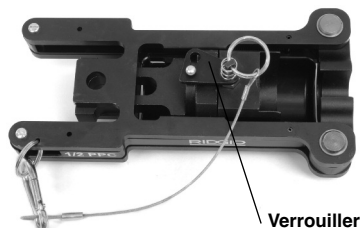

Figure 4 – Insert verrouillé
3. Servez-vous du loquet pour verrouiller l'insert en position (*se reporter à la Figure 4*).